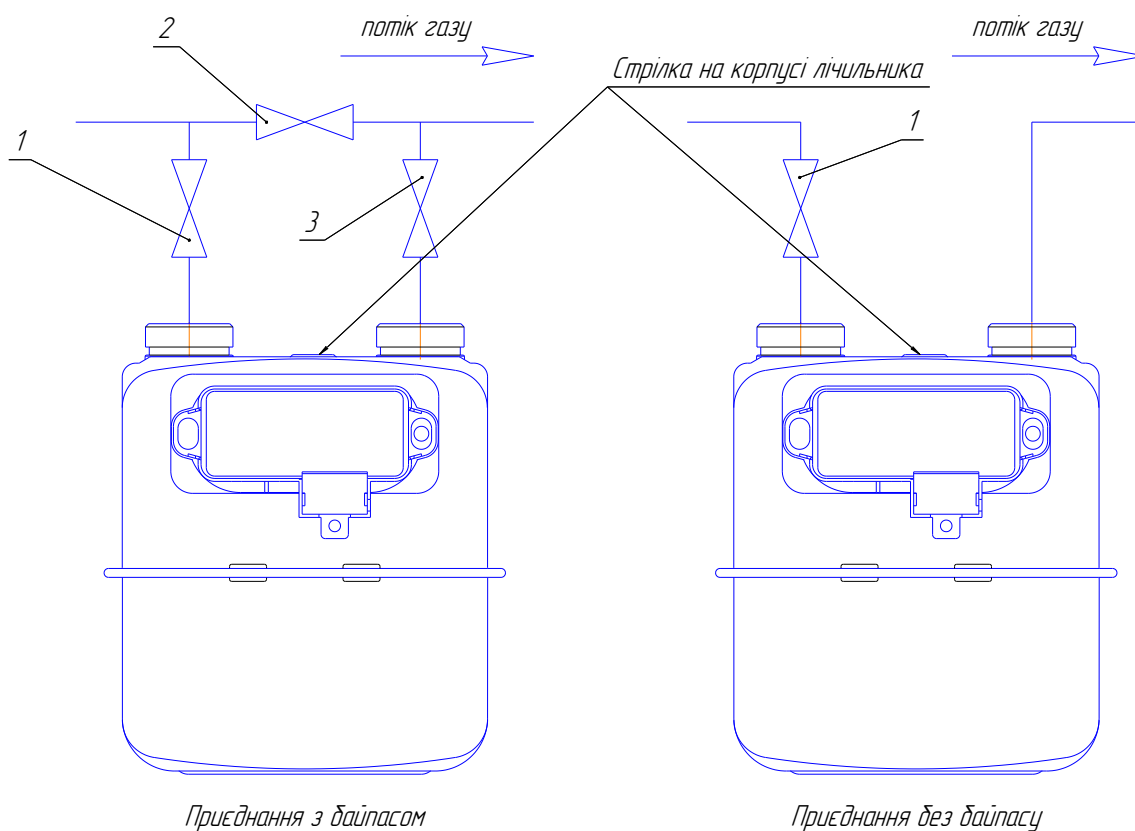

Рис. 14
Можливі два варіанти встановлення лічильника (рис. 14):
Закрийте вхідний (1) та вихідний вентиля (3) лічильника (рис. 14). Якщо вихідний вентиль відсутній, стравіть газ із трубопроводу зі змонтованим на ньому лічильником в атмосферу.
До початку пуску всі вентиля на трубопроводі (рис. 14) повинні бути закритими. При всіх варіантах і на всіх стадіях пуску робочий тиск та витрата газу, що проходить через лічильник, ні в якому випадку не повинні перевищувати значень максимального робочого тиску ($P_{\max}$) та максимальної витрати ($Q_{\max}$) вказаних на маркувальній табличці лічильника.
Пуск лічильника без байпаса (рис. 14)
Пуск лічильника з байпасом (рис. 14).